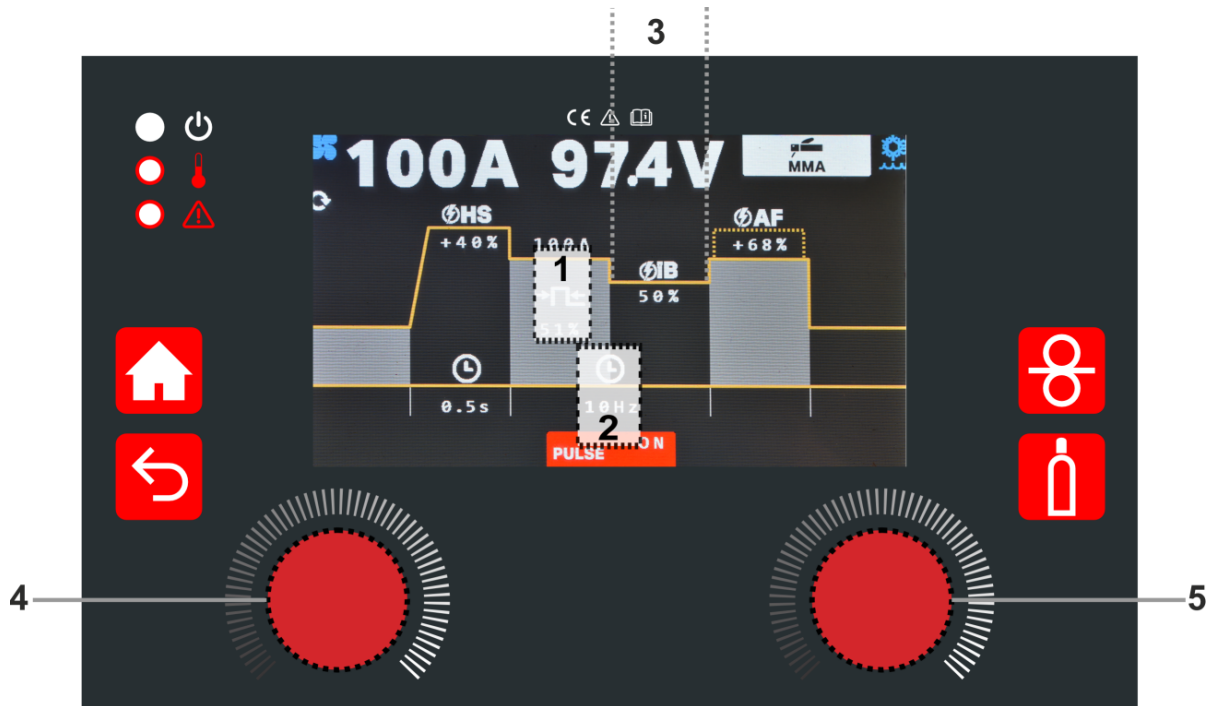

Fig. 16
- Colocar PULSE en ON mediante el encoder lateral derecho (5 - Fig. 16). En MMA pulsado, la corriente de soldadura oscila entre un valor alto y un valor bajo de corriente permitiendo un menor aporte térmico en chapas más finas y un mayor control del arco en las posiciones más exigentes (vertical ascendente).